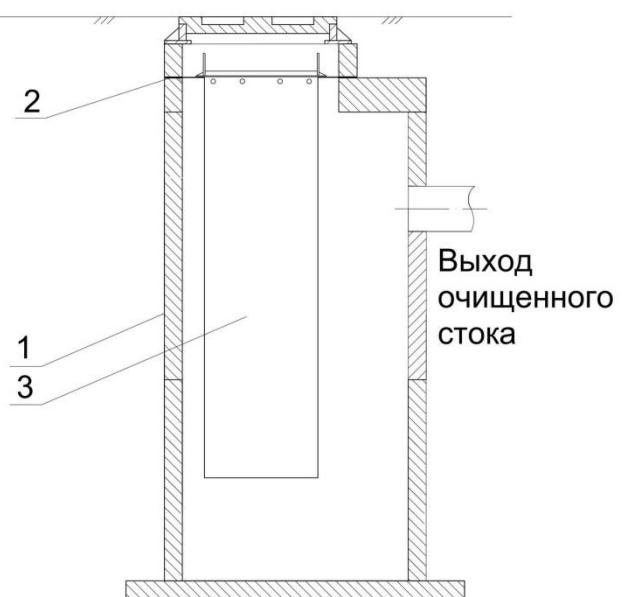

Рис. 2 – на бетонную плиту под люк.
2.1. Фильтр-патрон устанавливается в стандартный железобетонный колодец на металлическое опорное кольцо, устанавливаемое между бетонными кольцами колодца при его монтаже. ЭКОТАЙМ.ФПМ-580-XXXX, диаметр по фланцу Ø580 мм, предназначен для установки под люком на бетонной плите перекрытия колодца (Рис.2).